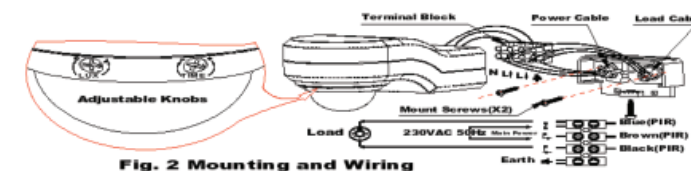

Fig. 2 Mounting and Wiring
Pour l'installation du détecteur PIR 360° voir Fig.2
- 5.Connectez le câble d'alimentation (Power Câble) et le câble de la lampe (Load Cable) au bloque terminal (terminal block) comme le montre la Fig.2 (Câble pour 6A/230V AC – Ø 0.75~1.50mm).